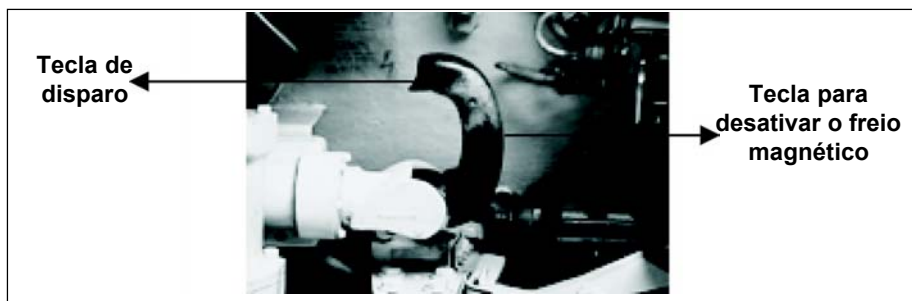

Fig 4-34. Punho de prioridade
**d. Os comandos sobre o punho de prioridade:** (Fig 4-34)
- (1) tecla para desativar o freio magnético, acionar o contador de horas da torre, e acionar a prioridade;
- (2) tecla de disparo.